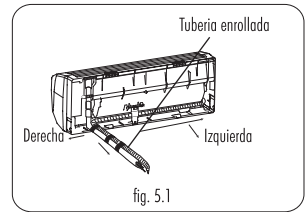

fig. 5.1
1.- Coloque la tubería, cable de señal y manguera de drenado listos para ordenarlos (fig. 5.1).